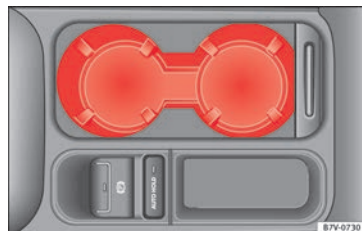

Fig. 189 I midterkonsollen foran: drikkevarerholder
- For at **åbne** skal du skubbe afdækningen bagud » **Fig. 189**.